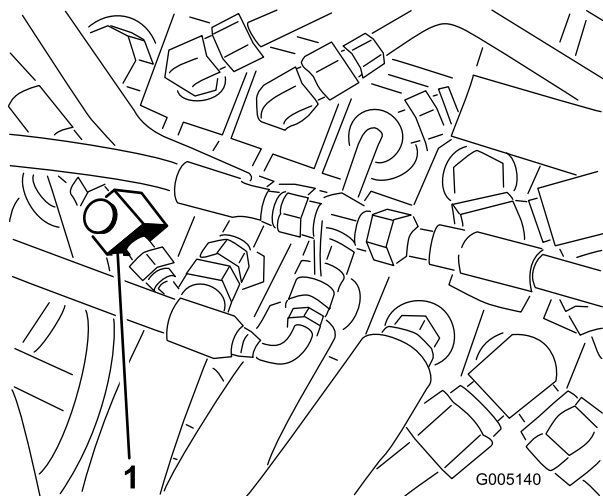

Figura 46
1. Levante o banco e localize a válvula de controlo de fluxo montada na válvula de controlo principal (Figura 46).